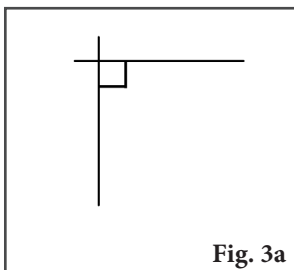
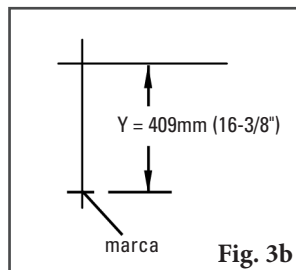
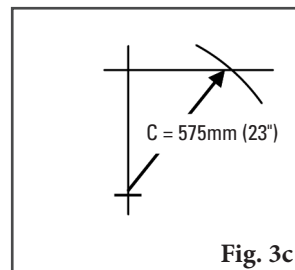

Fig. 3a
Fig. 3b
Fig. 3c
- Determine la medida final.** En una superficie vertical plana, con un nivel, trace una línea horizontal y una vertical creando un triángulo rectángulo (Fig. 3a). Mida desde la intersección en la medida "Y" establecida y marque (Fig. 3b). Con la cinta mida comenzando en la marca "Y" modificada, mueva la cinta a lo largo de la línea de "X" y marque la medida "C" donde cruza la línea "X" (Fig. 3c). Mida desde la intersección hacia la intersección "C" y esta será su nueva medida "X" (Fig. 3d).